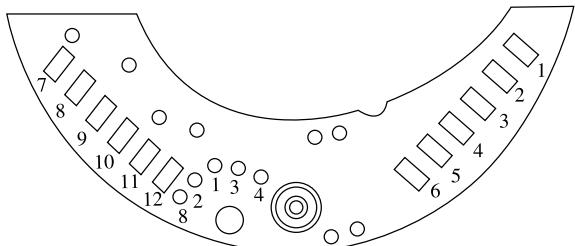

图 3 传感器组件引出线示意图
- 2) 检查内部二极管回路的正、反向偏置。一个回路红线与黄线，另一个是白线与蓝线，参看图 3。回路的电阻值应接近相等。